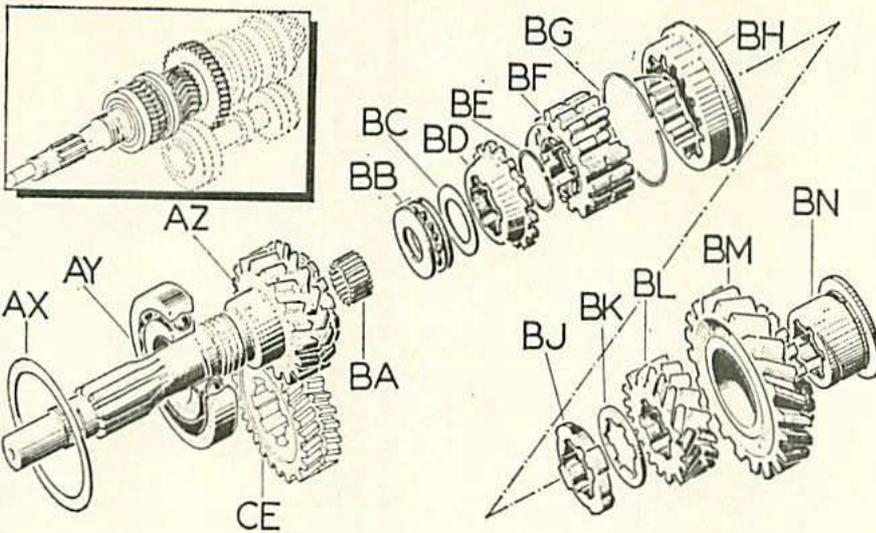

Fig. 37. — Détail de l'arbre de transmission
— Dégager la rondelle de blocage (BJ) (fig. 37) des cannelures du pignon d'angle, en la tournant de 1/12 de tour en sens inverse d'horloge (déposer s'il y a lieu les rondelles cannelées de réglage (BK), le pignon de surmultiplicée (BL), puis la roue de première (BM) et soit son manchon (BN) soit le support de roue de marche arrière 360 007 (voir planche) avec la roue (BQ) montée sur lui, le cône du synchro de 2e (BU) ou (360 008) muni de l'anneau d'arrêt (BR) et du jonc (BS), l'entretoise (BT) (si elle existe) et la roue de 2e (BW) et son manchon (BV) ou (360 056) et enfin la bague entretoise du roulement (BX) ou (360 945).
— le roulement (AY) (fig. 37) du pignon de transmission (AZ) avec les rondelles de réglage (AX) ;